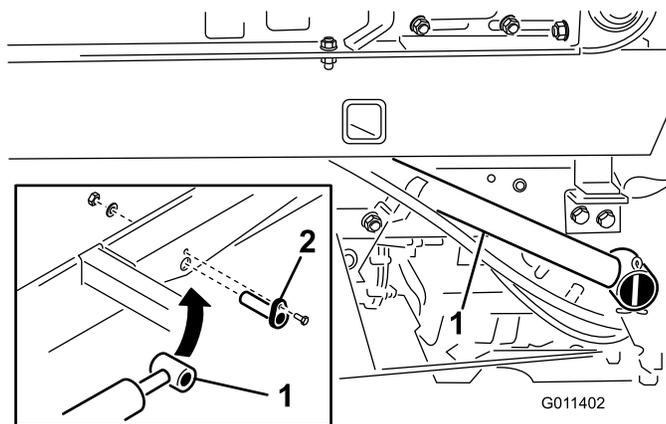

Bild 11
1. Befestigen Sie das Ende jeder Hubzylinderstange mit einem Zylinderstift am Topdresser-Unterteil (Bild 11).
2. Befestigen Sie jeden Zylinderstift mit einer Kopfschraube (1/4 x 3/4"), Flachscheibe und Mutter am Topdresser-Unterteil (Bild 11).